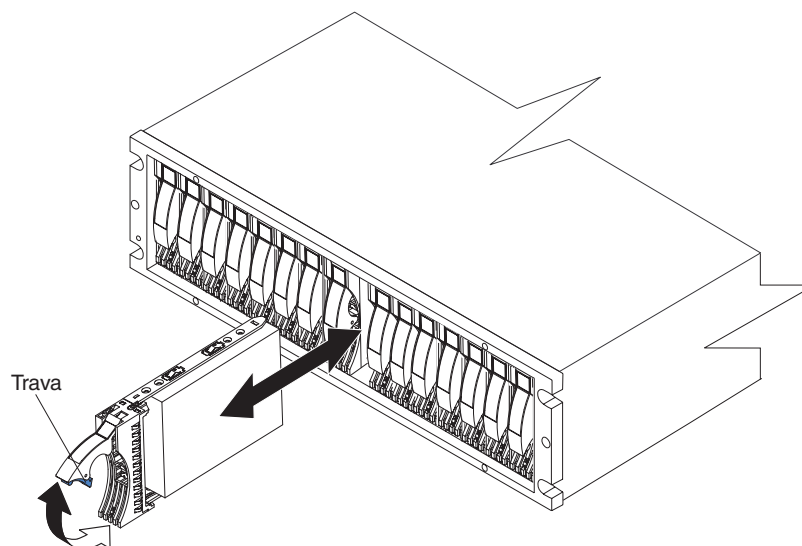

Figura 18. Removendo uma CRU E-DDM
4. Puxe o E-DDM para fora do compartimento, conforme mostrado na Figura 18 na página 45.